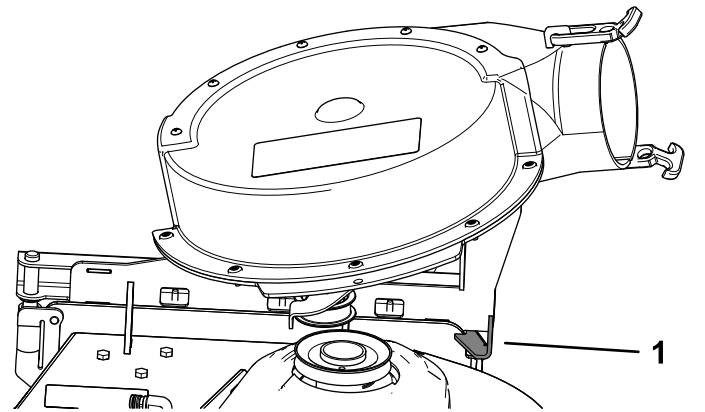

Figura 25
**Notă:** Ansamblul suflantei trebuie să se blocheze automat, așa cum se arată în Figura 25.